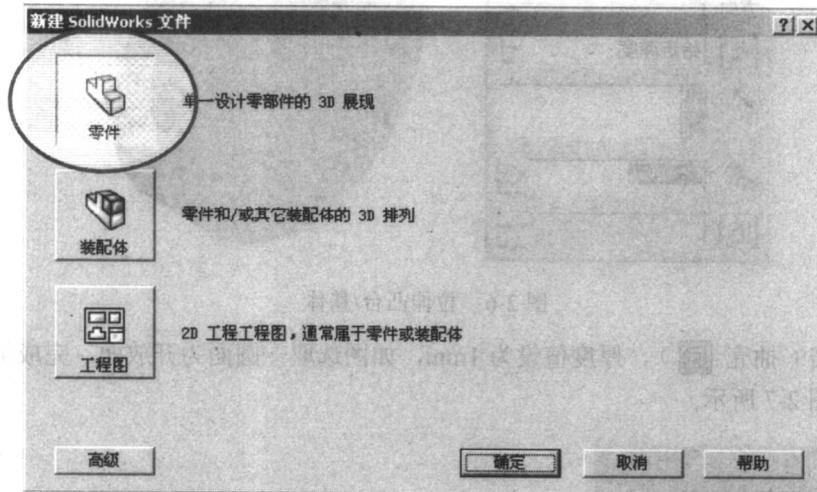

图 2-3 新建零件
STEP1 进入 SolidWorks 系统，选取 [零件] 选项，点击 [确定] 按钮，如图 2-3 所示。